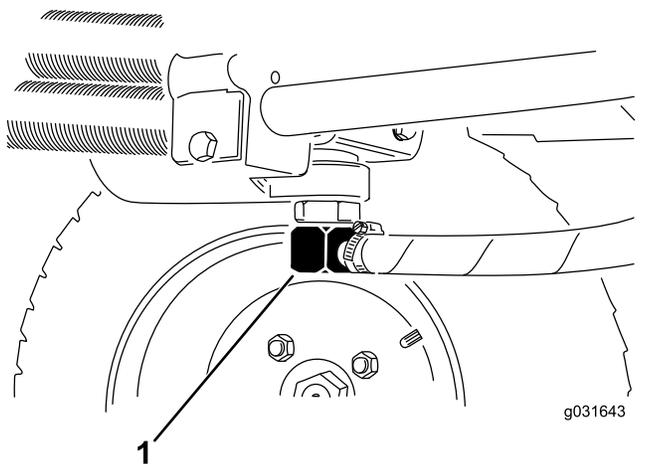

Рисунок 66
2. Отсоедините гидропровод или снимите гидравлический фильтр и дайте гидравлической жидкости стечь в сливной поддон (Рисунок 68 и Рисунок 66).
3. Когда гидравлическая жидкость перестанет вытекать, установите гидропровод на место (Рисунок 66).